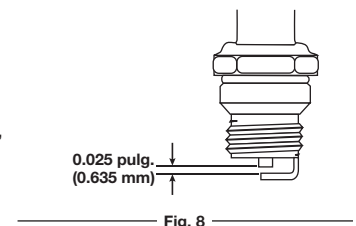

Fig. 8
- Ajuste la abertura de la bujía conforme a las especificaciones, utilizando un calibre de hoja (Fig. 8).